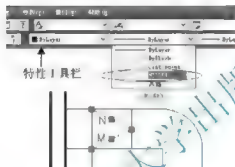

图 4.59 选择 HIDDEN 线型
⑥ 如图 4.59 所示,在【特性】工具栏上【线型控制】下拉列表中选择“HIDDEN”线型,结果如图 4.60 所示:M 线和 N 线的线型被更改成虚线“HIDDEN”。